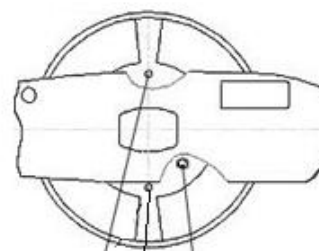

Рис. 3-16
(1) Установите передний валец катка на ровной поверхности в положение как показано на (рис. 3-16) и нажмите кнопку тормоза;
(2) Открутите пробку смотрового отверстия (3). Если масло вытекает, это означает, что масла достаточно. Если масло не вытекает необходимо его добавить.
(3) Закрутите пробки и очистите поверхность.